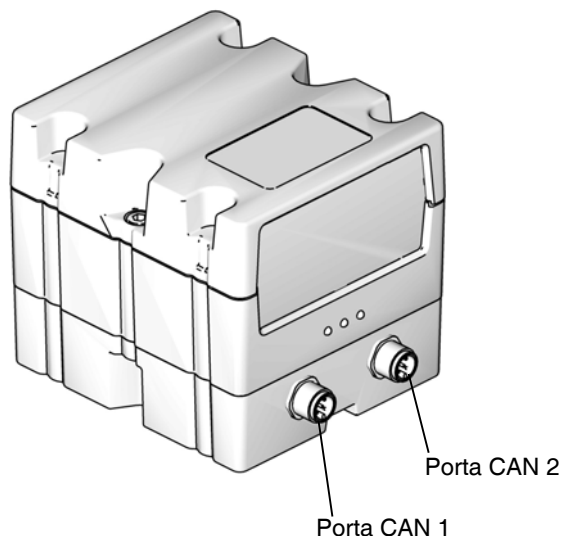

Fig. 36: Connessioni CGM CAN
10. Collegare l'altra estremità del cavo CAN alla porta CAN 1 o 2 sul CGM. Vedere FIG. 36. Può essere collegato a una delle due porte.